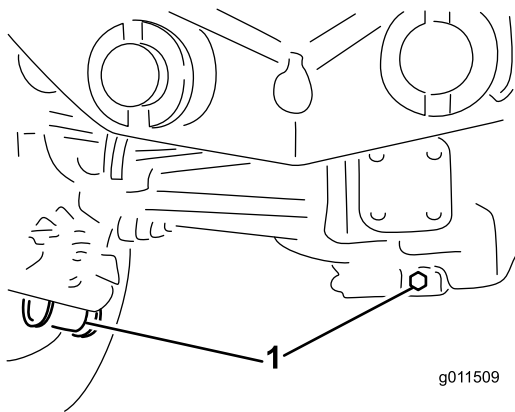

Рисунок 90
- Очистите область вокруг трех сливных пробок, по одной на каждом конце и одной в центре (Рисунок 90).